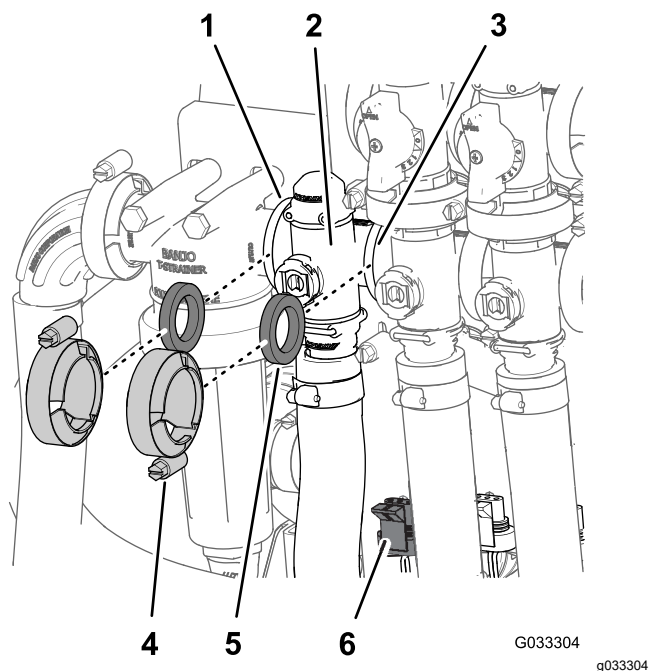

Рисунок 68
1. Снимите хомуты и прокладки, с помощью которых крепится коллектор клапана управления нормой внесения (Рисунок 68).